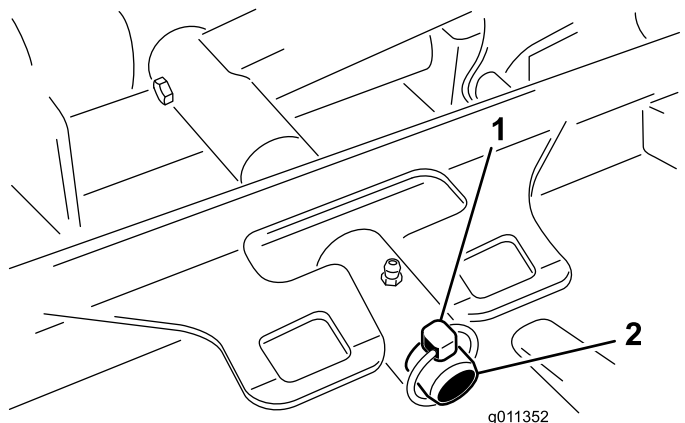

Figure 71
3. Retirez la goupille à anneau (Groundsmaster 4500) ou l'écrou de retenue (Groundsmaster 4700) qui fixe le bâti porteur du plateau de coupe à l'axe de pivot du bras de levage (Figure 71).
2. Faites glisser le bâti porteur du plateau de coupe sur l'axe de pivot du bras de levage (Figure 71). Fixez le plateau sur l'axe à l'aide de la goupille à anneau (Groundsmaster 4500) ou de l'écrou de retenue (Groundsmaster 4700).